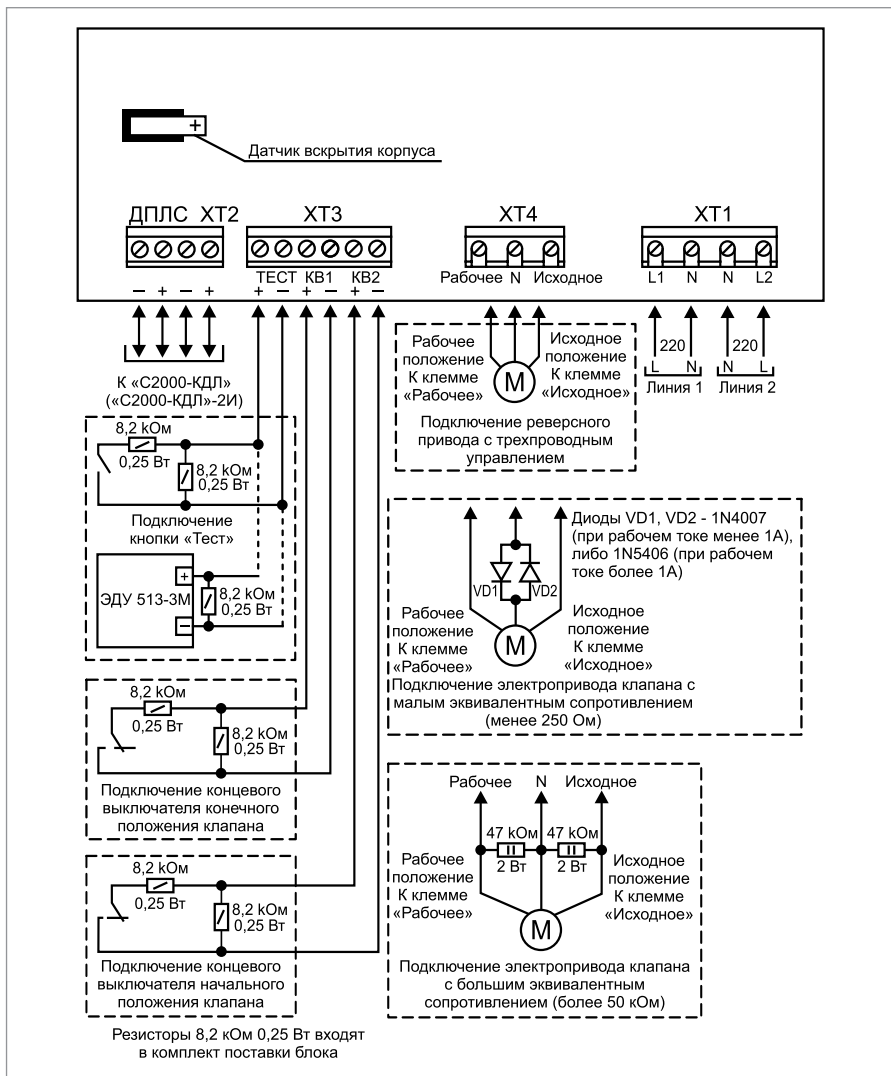

Рисунок 13. Схема внешних соединений блоков C2000-СП4/220, C2000-СП4/220 исп.01
2.2. Подключение соединительных линий производите в соответствии с проектной документацией и схемой на Рисунок 13.